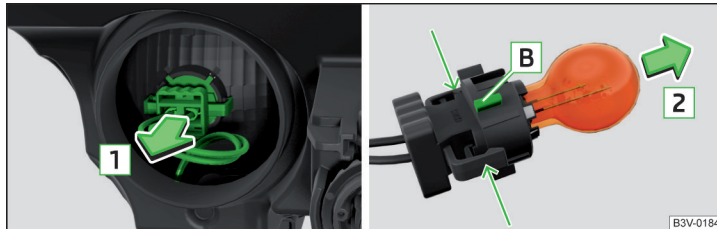

Abb. 273 Glühlampe für Blinklicht wechseln
- Den Sockel mit der Glühlampe mit Wackelbewegungen in Pfeilrichtung **1** » Abb. 273 herausziehen.